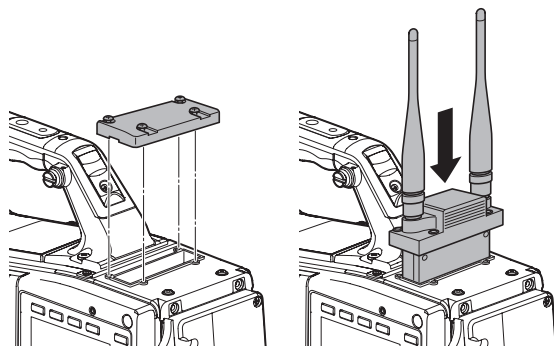

Fig. 1
- 1 Retirez le couvercle pour insérer un récepteur de microphone sans fil et fixez-le avec les vis. (Fig. 1)